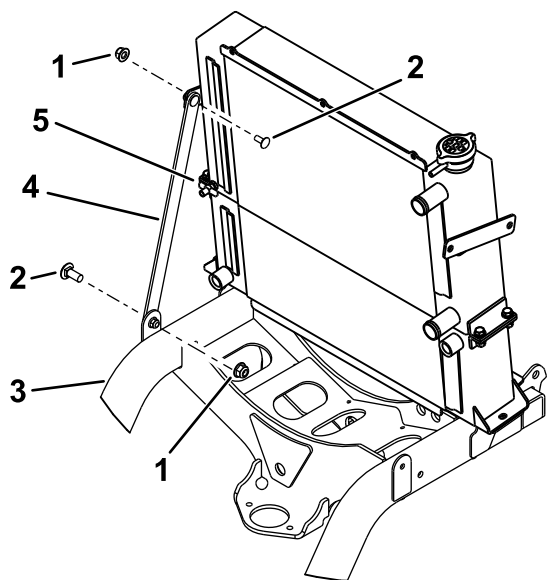

Рисунок 21
9. Снимите имеющийся кронштейн с рамы машины и радиатора (Рисунок 21). Сохраните крепежные детали.
10. Слейте половину охлаждающей жидкости двигателя из радиатора, используя кран на правой стороне радиатора, как показано на Рисунок 21.